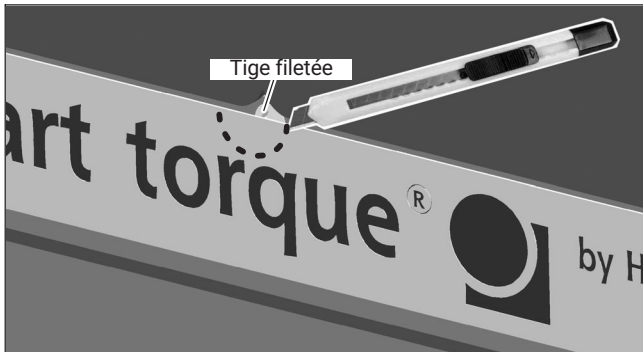

Fig. 8.5 Découpe du film
2. Pour les étendues de mesure de $500 \text{ N} \cdot \text{m}$ à $3 \text{ kN} \cdot \text{m}$ et avec une protection contre les contacts accidentels commandée ultérieurement : les taraudages pour les vis de blocage sont en partie recouverts par le film collé. Découper à cet endroit un demi-cercle d'un rayon minimum de 6 mm dans le film (par ex. avec un cutter, voir Fig. 8.5). Retirer ensuite les tiges filetées des taraudages des deux côtés du stator.